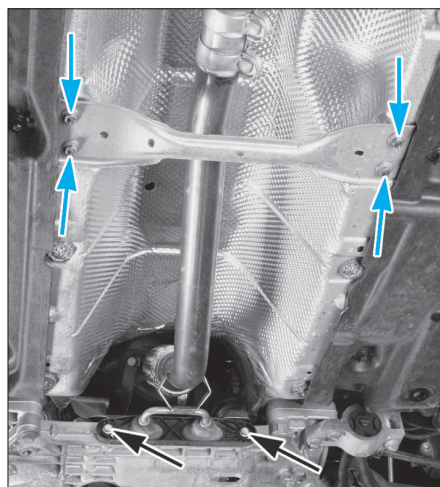

FIG. 56
- Déposer la traverse avant du plancher ainsi que le support du système d'échappement (Fig.56).